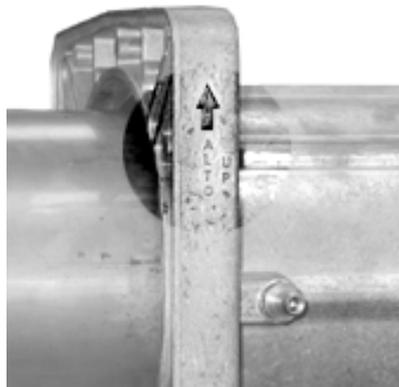

Fig. 12
- 5 Rimontare il tronchetto al bruciatore facendo attenzione al riferimento indicato in Fig. 12.